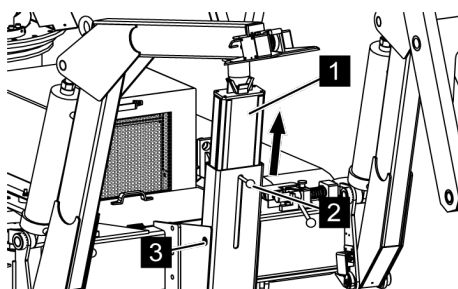

Fig. 100: Monter le support du bras télescopique
- 4.** ➔ *Tirer le support du bras télescopique (Voir la Fig. 100/1) par la poignée (Voir la Fig. 100/2) vers le haut, jusqu'à ce que les trous (Voir la Fig. 100/3) coïncident.*